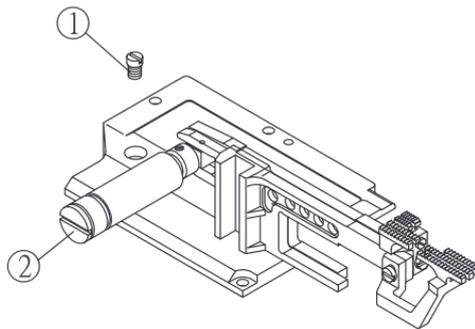

图 35 / Fig. 35
(1) Во время работы зубчатая сторона рейки должна держаться параллельно поверхности игольной пластины.
(2) Для регулировки ослабьте винт (1) и поверните регулировочный винт (2). Не затягивайте винт (1) до тех пор, пока зубчатая сторона рейки не встанет в горизонтальное положение. (Рис. 35)